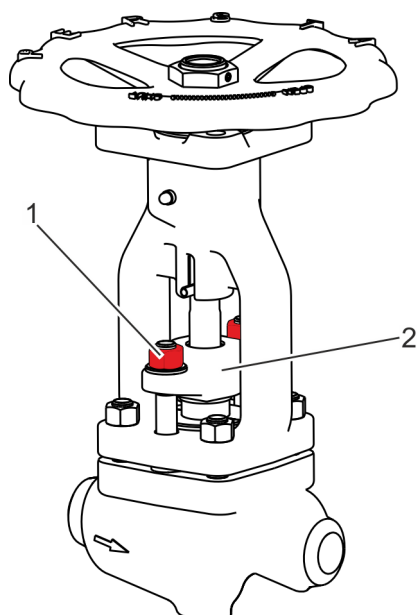

Fig. 48: Vissage du fouloir de presse-étoupe
- 32.** ▶ Visser sans serrer à fond le fouloir de presse-étoupe (Fig. 48/2) avec les rondelles et les écrous (Fig. 48/1) sur les goujons filetés du carter.